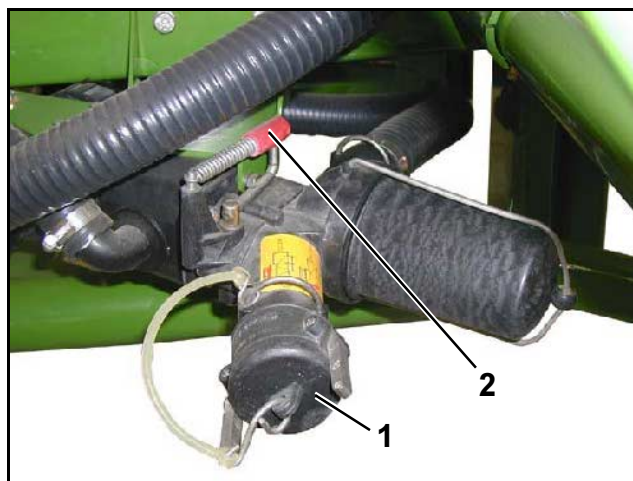

Рис. 147
- Соедините всасывающий шланг через быстродействующую муфту с соответствующим всасывающим патрубком (Рис. 147/1) фильтра с переключающим краном.
- Рычаг управления (Рис. 147/2) фильтра с переключающим краном в положении "Наполнение".